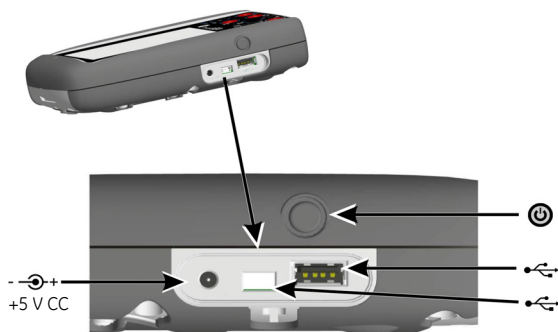

Fig. 2 Vue latérale
1. Raccordez le bloc d'alimentation CC/chargeur de batterie au point de connexion +5VCC sur le côté de l'appareil (voir Fig. 2 Vue latérale).
2. La batterie peut aussi être rechargée à l'aide des connexions USB (voir Fig. 2 Vue latérale).
A partir de la position OFF – appuyez sur le bouton d'alimentation (voir Fig. 2, Vue latérale) jusqu'à ce que le tableau de bord soit affiché.